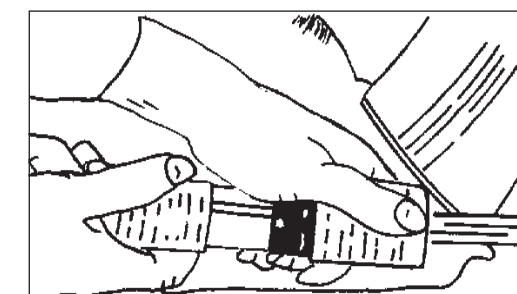

Figure 6
1. Assurez-vous que l'interrupteur de commande est en position « OFF » et débranchez le connecteur « queue de cochon » du moteur du câble d'alimentation. (Figure 6)
2. Assurez-vous que l'interrupteur de commande est en position « OFF », puis connectez le câble d'alimentation à un circuit à fusible mis à la terre de manière appropriée. Raccordez le câble d'alimentation au connecteur « queue de cochon » du moteur. (Figure 6)